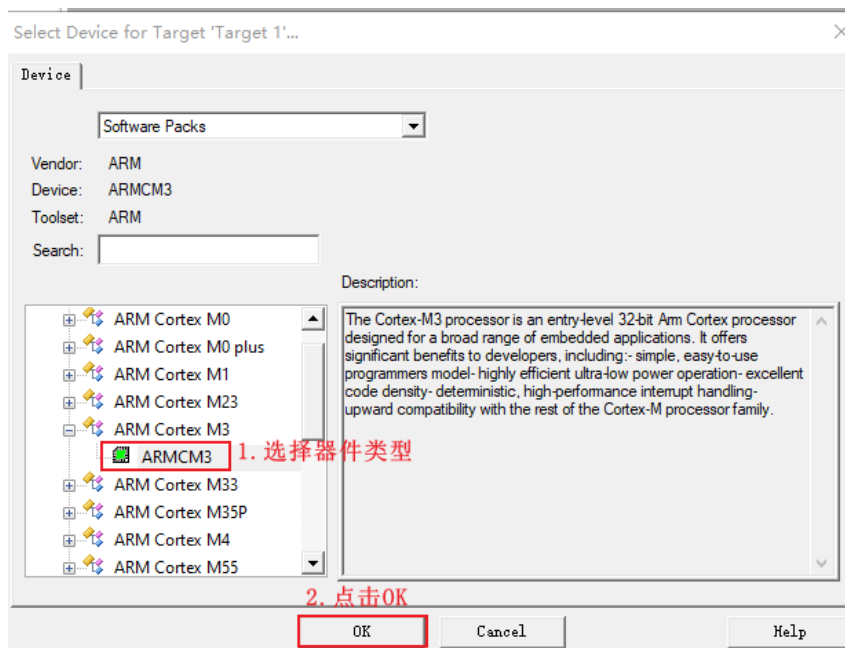

图 1.22 选择器件类型
3. 在弹出的选择器件类型的界面中, 依次选择 ARM-> ARM Cortex M3-> ARM CM3, 如下图 1.22 所示。